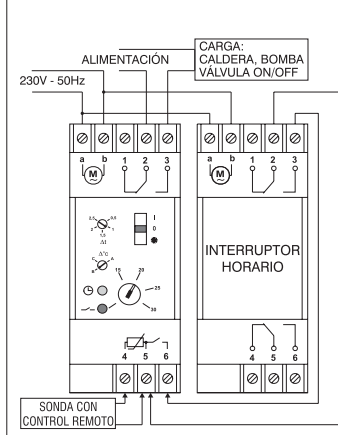

fig.3
- Realizar la conexión eléctrica al termostato, terminales 4 y 5 (fig. 3).
Para obtener una reducción de la temperatura es necesario conectar el termostato tal como se ilustra en la fig. 3. El contacto por conectar al interruptor horario u otro dispositivo de mando tiene que ser libre de potencial. La reducción de la temperatura puede programarse mediante el trimmer de regulación $\Delta^{\circ}C$. El valor, regulable en los tres niveles A-B-C indicados sobre el frente del producto, no es fijo sino que varía en función de la temperatura programada. Ver tabla al lado.